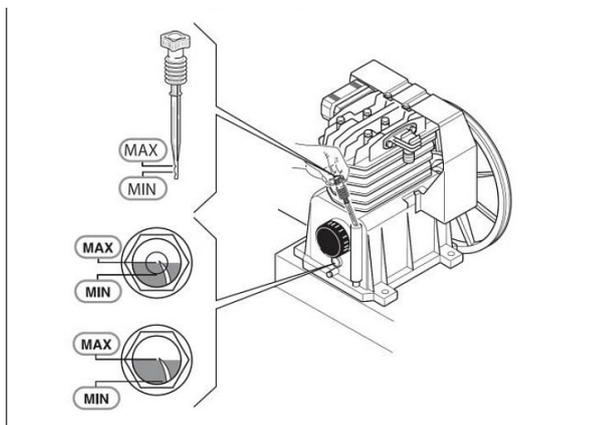

Abb. 4: Ölstand-Anzeige
Schritt 5: Den Verschluss vom Verdichter-Gehäuse abnehmen und den Ölstand-Prüfstab einstecken. Den Ölstand prüfen. Der Ölstand muss zwischen dem Höchst- und dem Mindestwert des Schauglases bzw. des Ölmesstabs liegen (Abb.4).